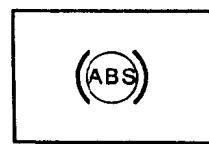

图 1-10 防抱死制动警告灯
(3) 防抱死制动警告灯(图1-10)。在点火开关转至运行位置后，防抱死制动警告灯亮7秒。但在发动机起动后，如果防抱死制动警告灯亮的时间比正常时间长，应断开点火开关。在行驶中若该灯亮起并持续发亮，也应迅速停车并断开点火开关，然后再次起动发动机将系统重新设定。如果该灯仍然发亮或在行车中再度亮起，说明防抱死制动系统需要检修。此时车辆无防抱死制动效能，驾驶员应谨慎驾驶。
(4) 牵引力控制警告灯(选装)。当点火开关转至运行位置时，LOW TRAC(牵引力